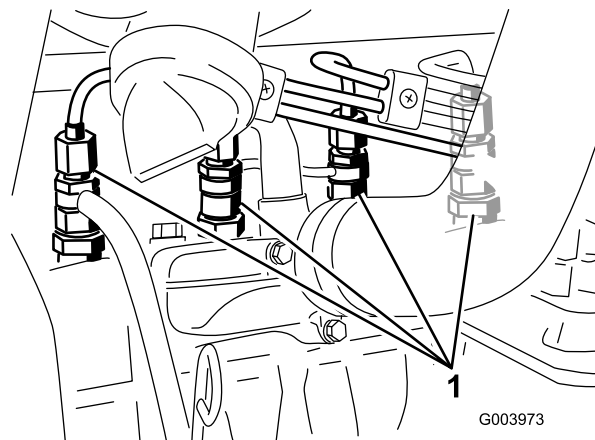

Figure 31
1. Desserrez le raccord entre l'injecteur n° 1 et le porte-injecteurs (Figure 31).